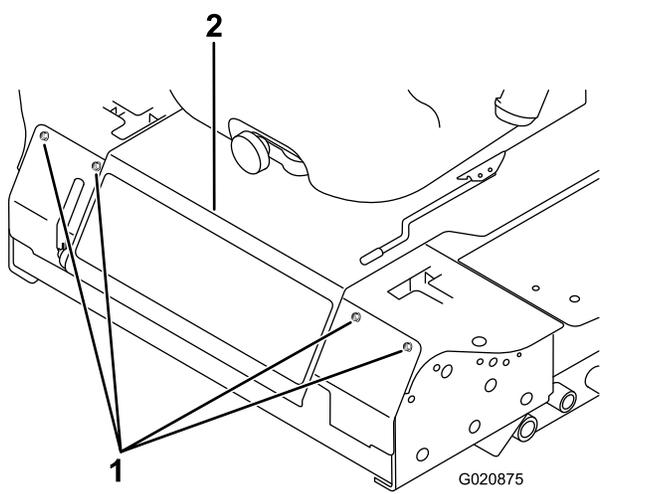

Figure 81
2. Retirez les boulons de fixation du panneau avant et déposez le panneau (Figure 81).